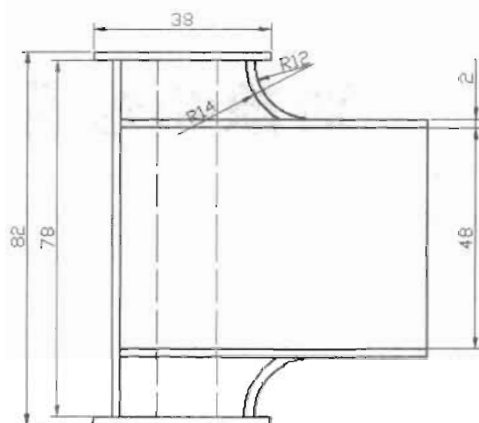

图 5-196
(1) 绘制如图 5-196 所示的图形, 主要通过使用 offset 命令偏移复制出辅助线, 然后使